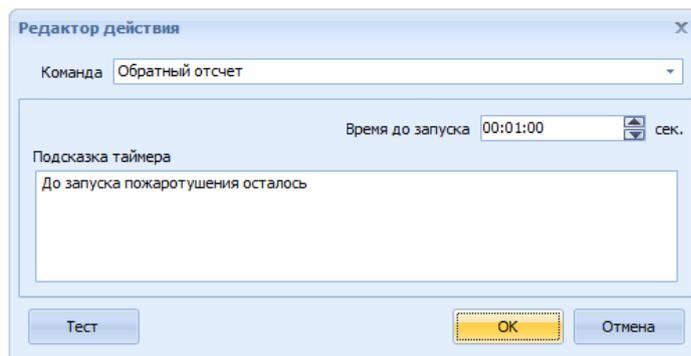

Рисунок 9.52 – Окно редактор действия: Обратный отсчет
– При выборе действия «Обратный отсчет» в поле **Подсказка таймера** можно ввести сообщение, а в поле **Задержка** – время в формате «часы, минуты, секунды», которое будет отсчитываться при отображении данного сообщения в приложении «ОЗ» (например, можно ввести сообщение «До запуска пожаротушения осталось» с обратным отсчетом времени). Чтобы проверить работу команды на запуск следует нажать кнопку «Тест» (рисунок 9.52).